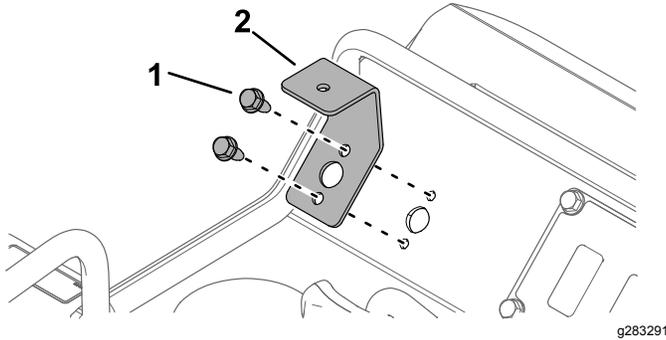

Figure 3
1. Vis autotaraudeuse (2)
- Fixez le support de feu gauche en position à l'aide des 2 vis autotaraudeuses (Figure 3).